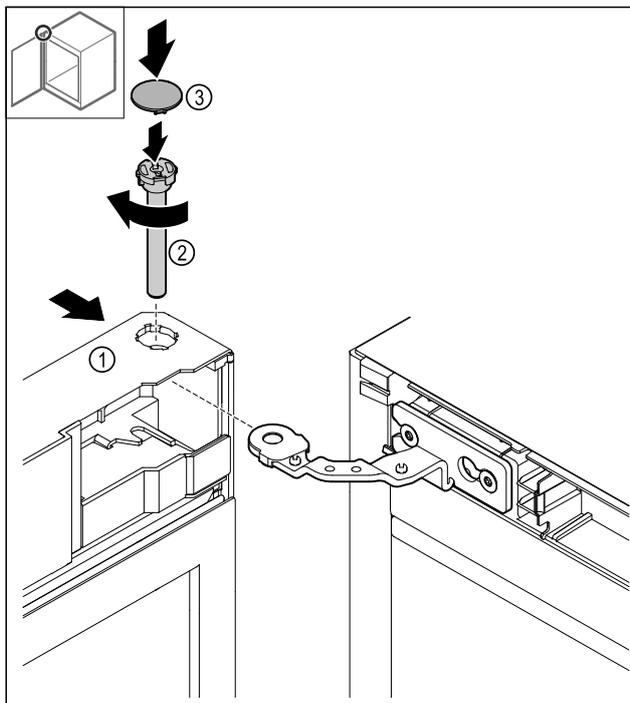

Fig. 48
- ▶ Užstumkite duris Fig. 48 (1) iš viršaus ant lanksto.
- ▶ Įkiškite kaištį Fig. 48 (2) ir prisukite pagal laikrodžio rodyklę.
- ▶ Uždėkite dengiamąją plokštelę Fig. 48 (4).